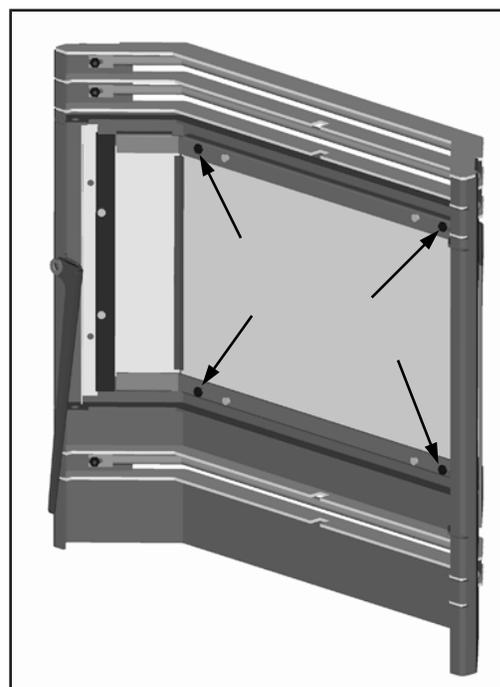

Figure 45: côté intérieur de la porte Meridian.
Lorsque le poêle est éteint et froid, ouvrir la porte. Retirer les écrous hexagonaux quatre (4) # 8 autour de l'intérieur de la cage de verre illustré à la figure 45.